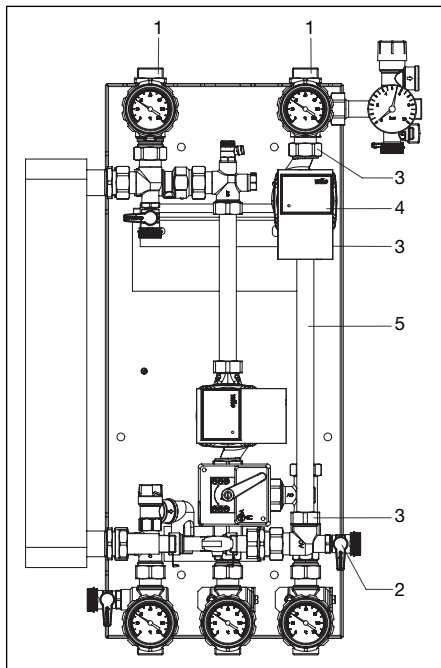

Fig. 5.1 Smontare i componenti del circuito solare
1. Smontare i componenti disponibili del circuito solare (Fig. 5.1)